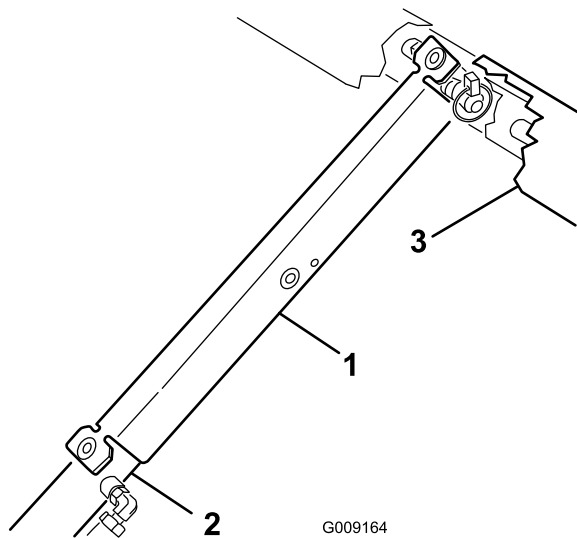

Figura 34
3. Spingete il supporto del pianale sull'asta del cilindro, assicurandovi che le alette alle estremità del supporto poggino sull'estremità della canna del cilindro e sull'estremità dell'asta del cilindro (Figura 34).